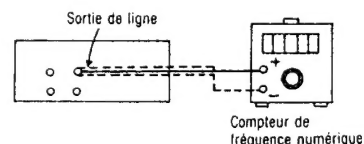

Fig. 3
2. Régler le régulateur de tension dans le moteur (voir Fig. 3), de telle sorte que la sortie soit en deçà de la valeur standard.